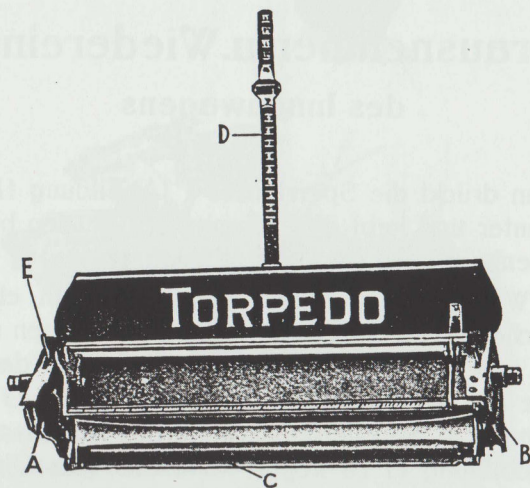
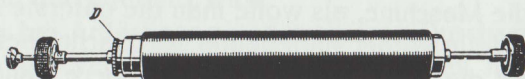

Abbildung 13.
Abbildung 14.
Um die Walze zu entfernen, nimmt man — wie vorstehend beschrieben — den Innenwagen heraus, stellt den Zeilenstellhebel E (Abbildung 13 und
1) auf 1, klappt den Papierhalter hoch, drückt mit den beiden Daumen zwischen die Sperrklinken A und B (Abbildung 13) und zieht die Walze heraus. Bei dem Wiedereinsetzen drückt man wieder die Sperrklinken A und B (Abb. 13) auseinander und achtet darauf, daß das Zahnrad D (Abb. 14) auf die
linke Seite kommt. Man klappt das Führungsblech C (Abbildung 13) nach vorn und drückt die Walze in die Lagerung. Man beachte, daß die Sperrklinken wieder ineinander greifen müssen.
Zu jeder Torpedo - Schreibmaschine wird ein Bogenhalter mit Skala D (Abbildung 13) geliefert. Um zu verhüten, daß die Papiere bis zum äußersten unteren Rande beschrieben werden, ist folgende Vorkehrung zu empfehlen. Man spanne einen Bogen so in die Maschine, als wolle man die unterste Zeile, deren Stelle vorher angedeutet wird, schreiben und setze auf die Ziffer, auf welcher der obere Rand des Papieres aufliegt, den an der Skala befindlichen Schieber. Wenn nun ein neuer Bogen von der gleichen Größe eingespannt wird, so stößt er, wenn er bis zur untersten Linie beschrieben ist, an den Schieber. Dies zeigt dem Schreiber an, daß die Zeile zu Ende ist.